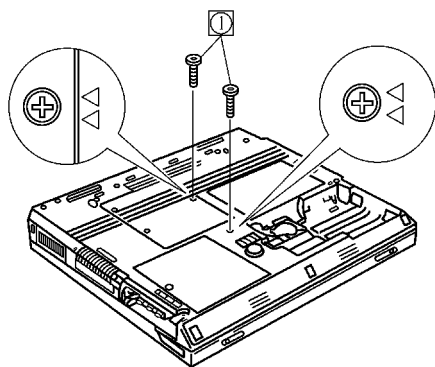

图 6-9 拆下键盘螺钉
(1) 首先将背盖上的两颗键盘螺钉“①”拆下，如图 6-9 所示。